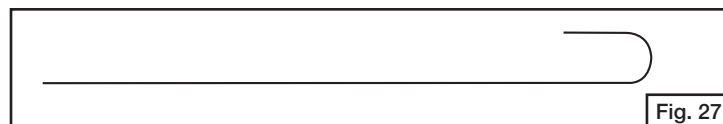

Fig. 27
1. Pour éliminer les obstructions citées ci-haut, servez-vous d'une brosse flexible à diffuseur ou bien faites un petit crochet à un bout d'un fil de fer flexible de 52 cm de long (voyez la Fig. 27).
4. Regardez à l'intérieur de l'extrémité la plus basse du tube du diffuseur pour voir s'il y a des nids, des toiles d'araignée ou de la boue. Si vous en trouvez, nettoyez tel qu'expliqué à l'étape 1, Fig. 27.